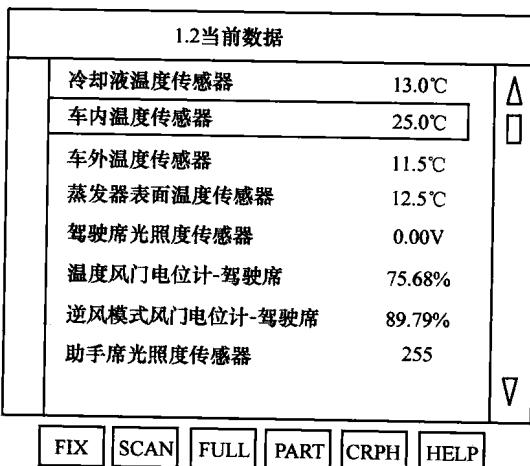

图 1-22 数据流
3) 数值分析。很多车型的空调自诊系统具有读取传感器实时数值的功能,若读取的数值与实际的车内温度不相同时,则是车内温度传感器不良,详情请查阅各车型的数据流图,如图 1-22 所示。